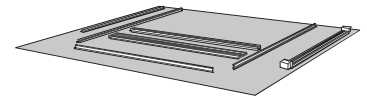

Fig. 2
2. Coloque las piezas sobre un área despejada boca abajo. Asegúrese de colocar un paño protector sobre el piso para evitar rayar el kit de molduras o el piso (Fig. 2).